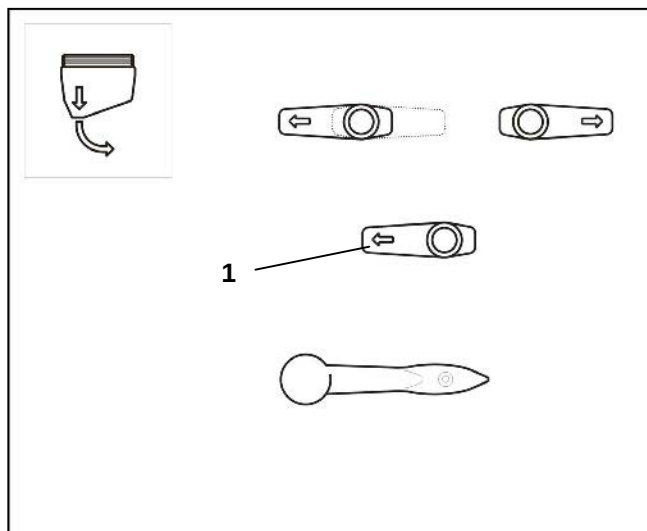

Bild 7.8
- Ställ kranarna enligt bild 7.8.